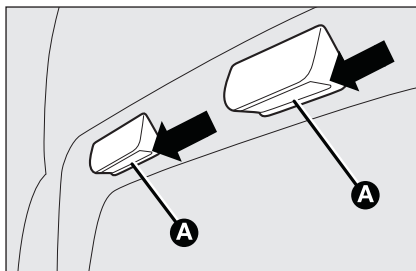

fig. 33
Gloeilampen **A-fig. 33** vervangen:
- ☐ open het dekseltje **B-fig. 33**, zoals is aangegeven;